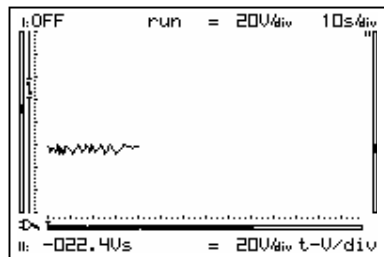

Fig 31
- At 10s/div timebase or slower, the readouts are forced to the instant information. ‘Vs, V↑, V↓, Vφ’ (Fig. 31 & 32) .
- Bij 10s/div tijdsbasis of trager wordt enkel de ogenblikkelijke waarde weergegeven. **‘Vs, V↑, V↓, V↓’ (Fig 31 & 32)**.
- Avec une vitesse de balayage inférieure ou égale à 10s/div, l'affichage des mesures se réduit à la valeur de la tension échantillonnée en temps réel. **‘Vs, V↑, V↓, V↓’ (Fig 31 & 32)**.
Ab einer Zeiteinheit von 10s/div oder weniger wird die aktuelle Zeiteinheit, die Spannungseinheit sowie die Maximal- und Minimalspannung angezeigt. Dieses kann nicht geändert werden. **‘Vs, V↑, V↓, V↓’ (Abb. 31 & 32)**
Press the 'Probe x1/x10'-key to adapt the readouts according to the x1/x10-probe setting. (Fig. 31)
De oscilloscoop en de probe moeten allebei in de x1 of x10 stand staan (Fig. 31). Dit doet u met de 'Probe x1/x10' toets (Fig. 31)
Veillez à ce que l'oscilloscope et la sonde soient toujours réglés sur la même position. Utilisez la touche 'Probe x1/x10' pour mettre les deux dans la position x1 ou la position x10 (Fig. 31).
Il est toujours nécessaire de régler une sonde de mesure en position X10 sur l'appareil de mesure à utiliser, en l'occurrence le Personal Scope. (Fig. 31)
Das Scope und die Prüfspitze müssen beide in der x1 oder x10-Position (Abb. 31). Das machen Sie mit der Taste 'Probe x1/x10-Taste.
Es ist noch immer notwendig, um eine Messprobe im X10-Stand auf das zu verwendende Messgerät einzustellen, in diesem Fall PersonalScope. (Abb. 31)